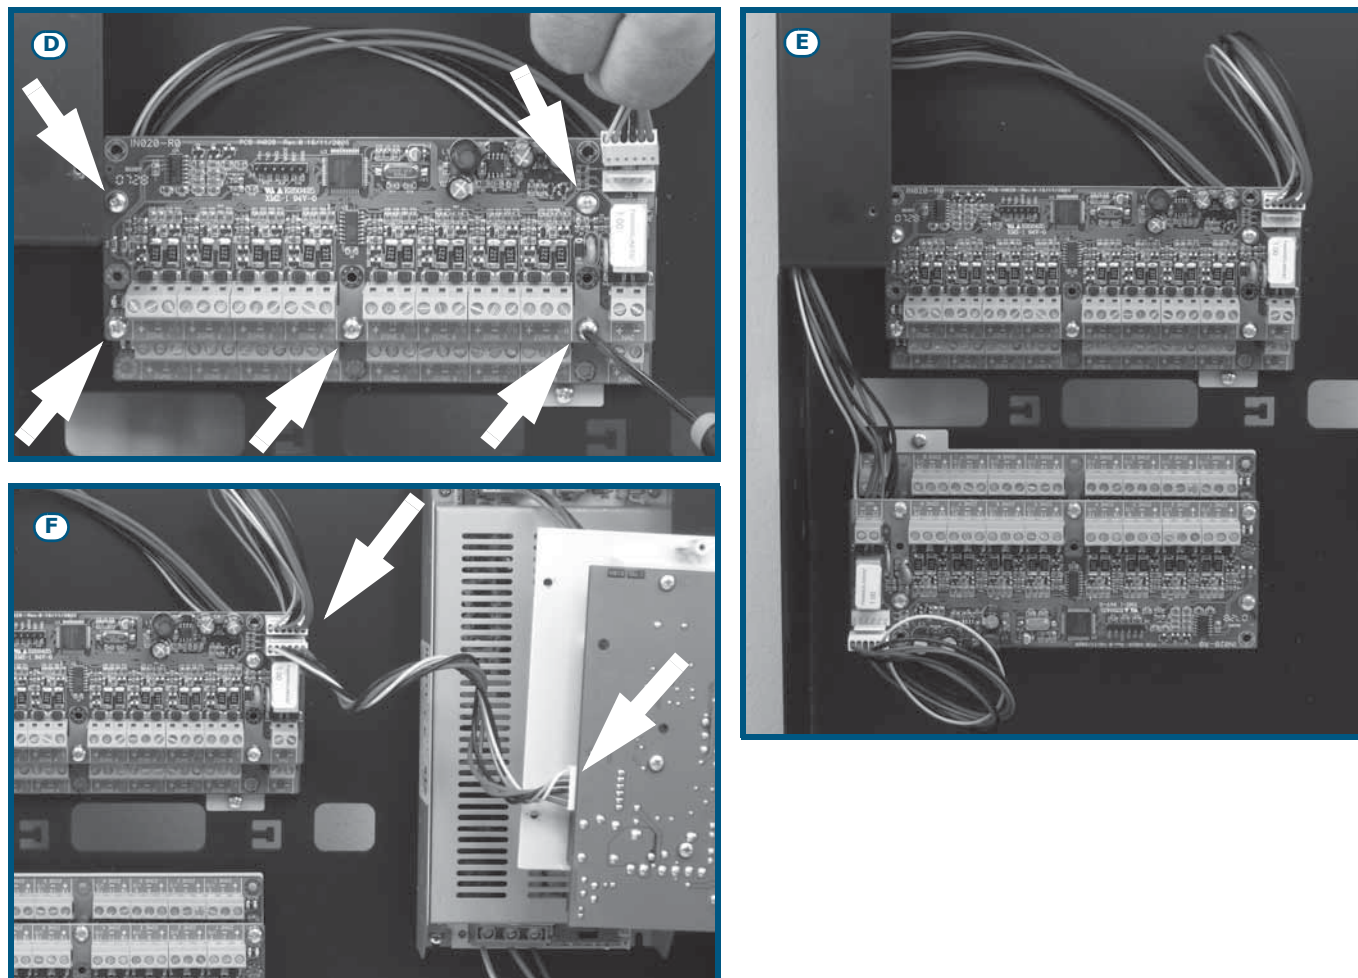

Figure 12 - Montage carte expansion - 2
6. Fixer la deuxième carte d'expansion sur les colonnes métalliques (Figure 12 - [D]).
10. Connecter la troisième carte avec la deuxième (Figure 12 - [E]).
11. Connecter la première carte avec la centrale en utilisant le connecteur approprié (Figure 12 - [F]).